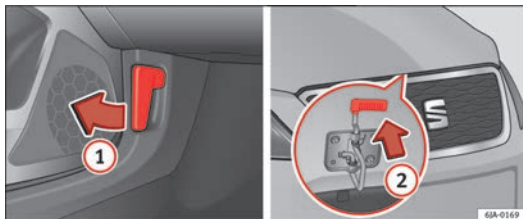

Abb. 123 Motorraumklappen-Entriegelung
- Ziehen Sie den Hebel (1) ⇒ Abb. 123 unter der Instrumententafel in Pfeilrichtung.
- Ziehen Sie den Sicherungshebel in Pfeilrichtung (2) ⇒ Abb. 123. Die Motorraumklappe wird entriegelt.